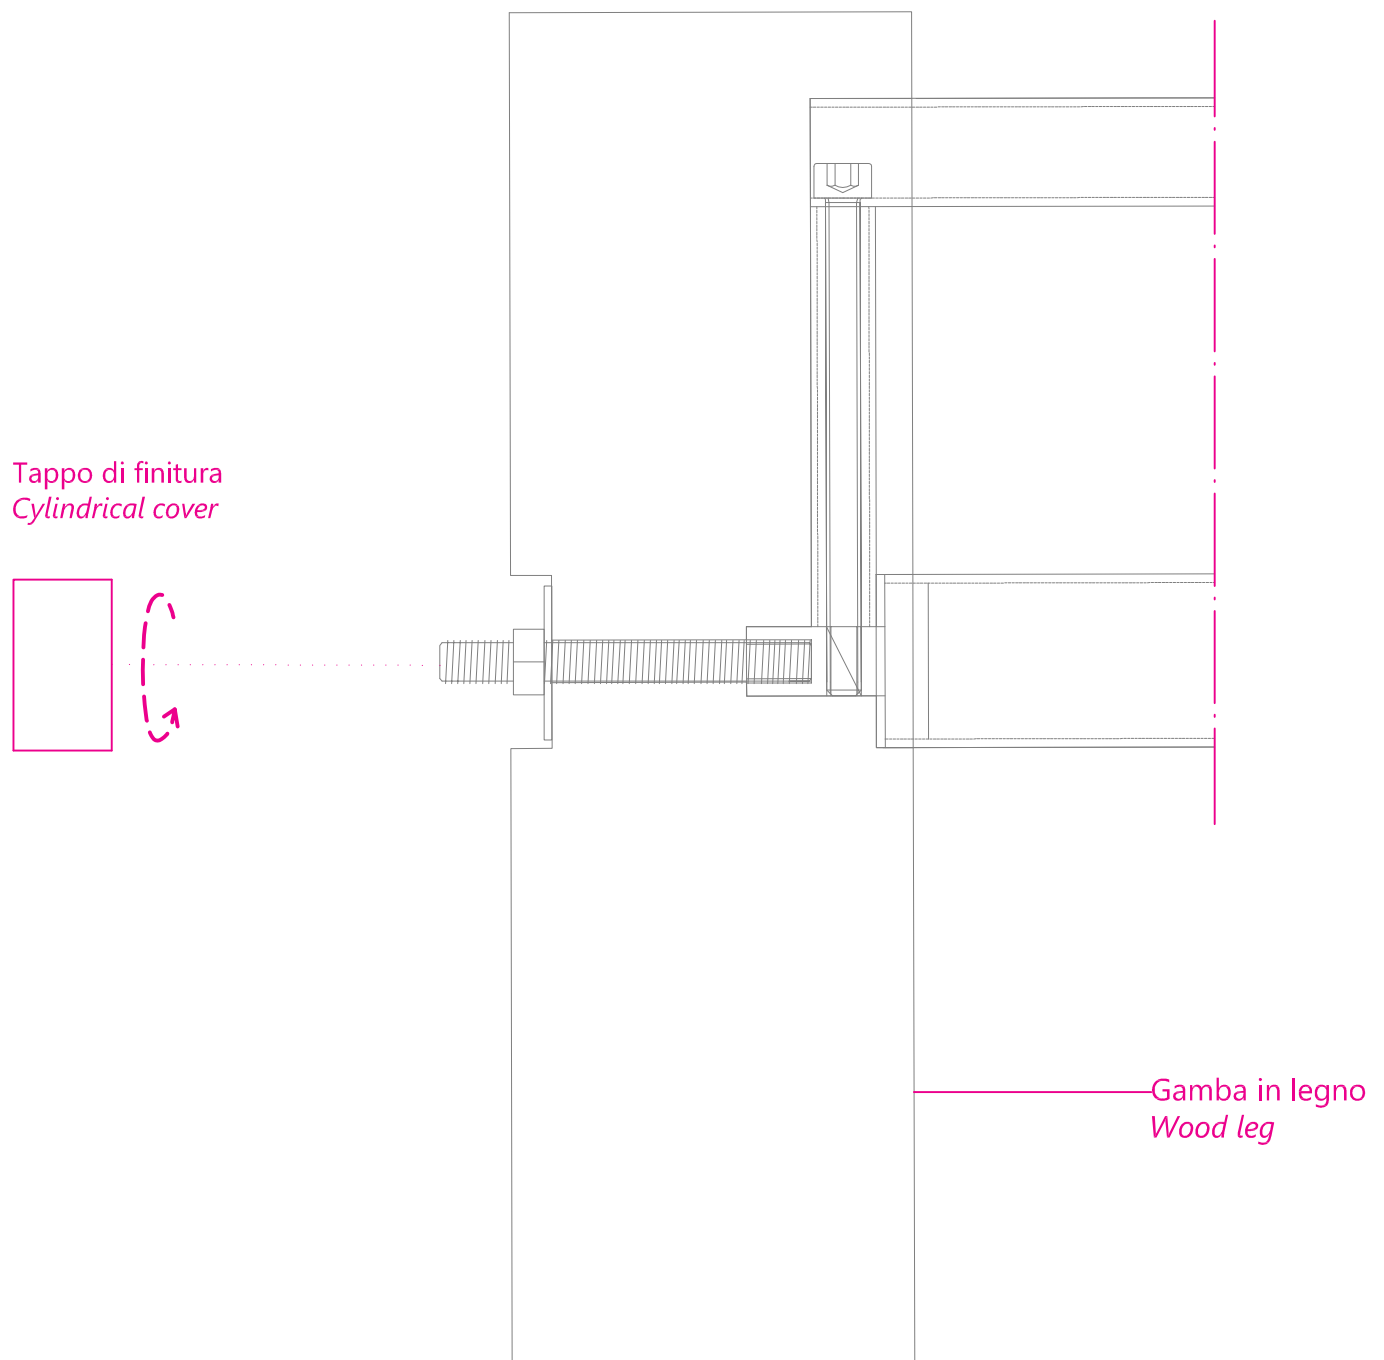

Figura 7 - Picture 7
Posizionare le lamiere di chiusura calamitate sulle gambe. (**Figura 7**)
*Place the magnetic metal cover to the legs. (**Figura 7**)*